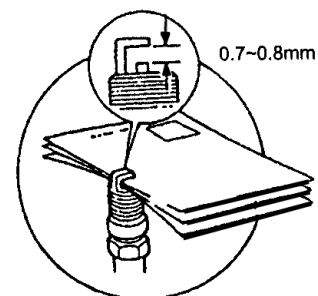

Figure 14
- 4) Mesurez le dégagement entre l'électrode. Voir Fig.14. Le dégagement devrait être entre 0.7-0.8mm. Si le dégagement est supérieur à 0.8mm, remplacez la bougie avec une NGK CR7HSA ou équivalent.